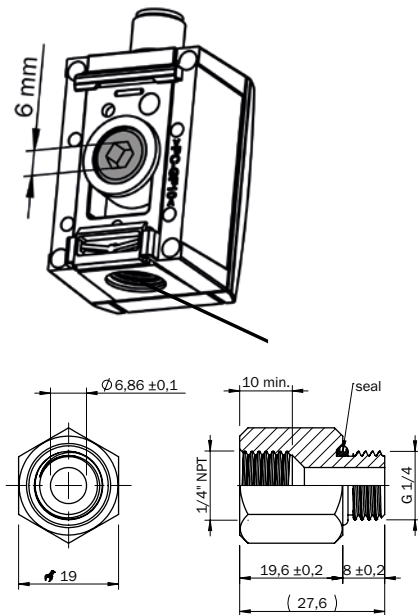

Abbildung 15: Prozessanschluss 1/4 NPT-Innengewinde
5.6 Prozessanschluss über $\frac{1}{4}$ NPT-Innengewinde - Adapter (Abbildung 15)